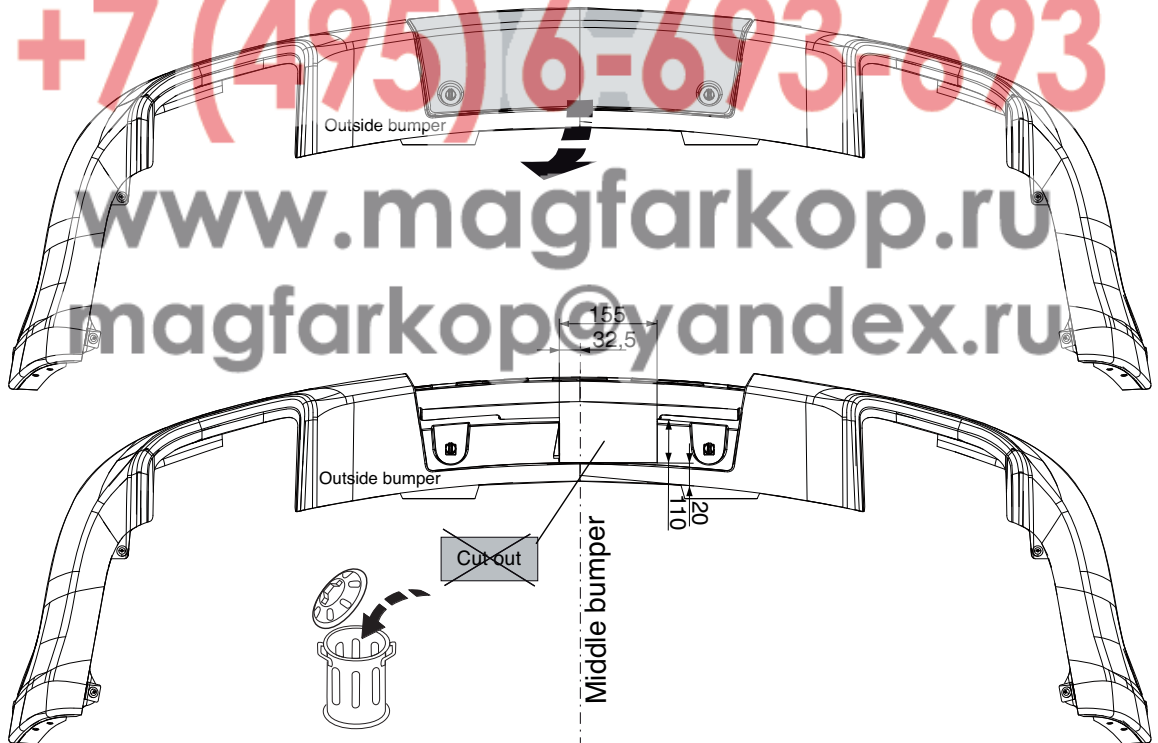

Fig.4
11. Saw out the portions as indicated in fig. 4.
11. Gemäß Abb. 4 die angegebenen Teile heraus sägen.
11. Scier les parties indiquées conformément à la figure 4.